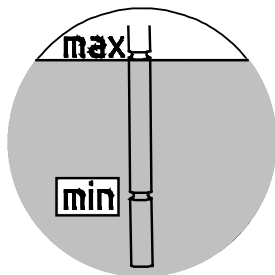

Figure 26 : Contrôle du niveau d'huile avec la jauge
4. **Réducteur avec réservoir de niveau d'huile** : dans le réservoir de niveau d'huile, le niveau d'huile doit être vérifié à l'aide de la vis de fermeture équipée d'une jauge (filetage G1¼). Le niveau d'huile doit être compris entre les valeurs maximum et minimum indiquées sur la jauge complètement vissée (voir la Figure 26). Le niveau d'huile doit éventuellement être compensé avec le type d'huile correspondant. Ces réducteurs ne peuvent être utilisés que dans la position de montage indiquée au chapitre 7.1 "Formes et maintenance".